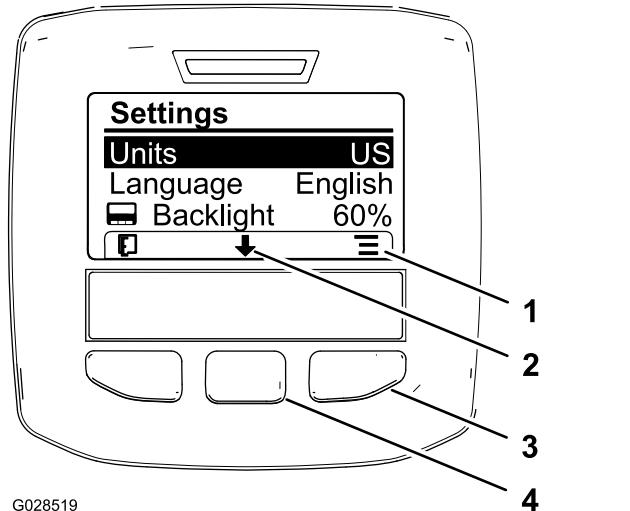

Figura 63
2. Per modificare l'unità di misura, premete il pulsante di selezione destro per scegliere tra le unità di misura elencate (Figura 63).
3. Per cambiare la lingua utilizzata sul display, premete il pulsante di selezione centrale (il pulsante sotto l'icona a forma di freccia rivolta verso il basso nel display) per spostare l'opzione selezionata su Lingua (Figura 63).
4. Premete il pulsante di selezione destro (il pulsante sotto l'icona dell'elenco nel display) per evidenziare l'elenco delle lingue utilizzate sul display (Figura 63).
6. Premete il pulsante di selezione sinistro per tornare alla schermata iniziale (Figura 63).